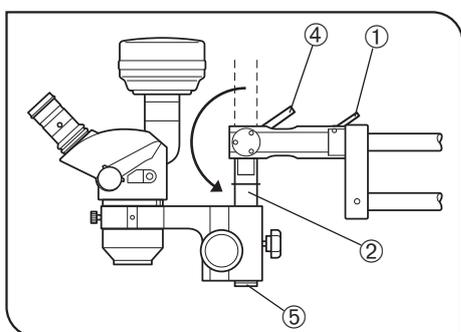

fig. 23
b. Solte a alavanca de aperto da inclinação ④ e posicione o veio de montagem ② de modo a que este aponte para baixo. (fig. 23)
c. Retire o parafuso de prevenção de queda do corpo do microscópio ⑤ e monte o braço SZ2-STX do suporte SZX ou o corpo do microscópio SZX. (fig. 23)
d. Depois de montar o corpo do microscópio, coloque o parafuso de prevenção de queda do corpo do microscópio ⑤. (fig. 23)